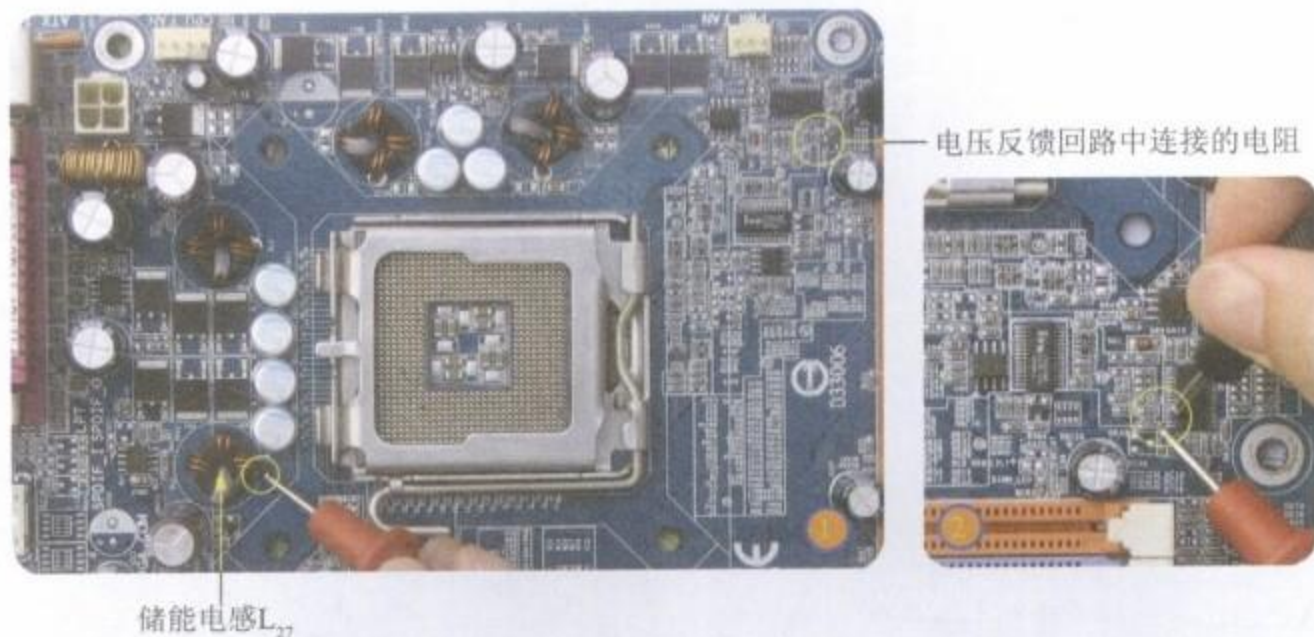

图8-60 电压反馈回路
Step 01 将万用表调到“蜂鸣”挡，测量储能电感 L_{27} 的一端通过反馈电阻 R_{849} 将输出的电压信号反馈到主电源管理芯片的FB端口的线路，如图8-60所示。